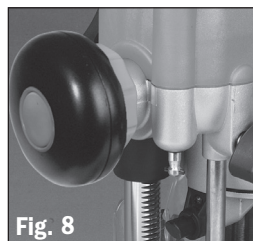

Fig. 8
1. Des ajustements de profondeur avec la poignée d'armement du plongeon peuvent être faits quand le bouton de sélecteur en mode plongeant est de niveau avec la poignée. Si engagé, serrez l'intérieur du bouton sélecteur en mode plongeant et permettez-lui de jaillir hors du niveau avec la poignée. Assurez-vous que le levier de blocage de la plongée est ouvert **Fig 8**.